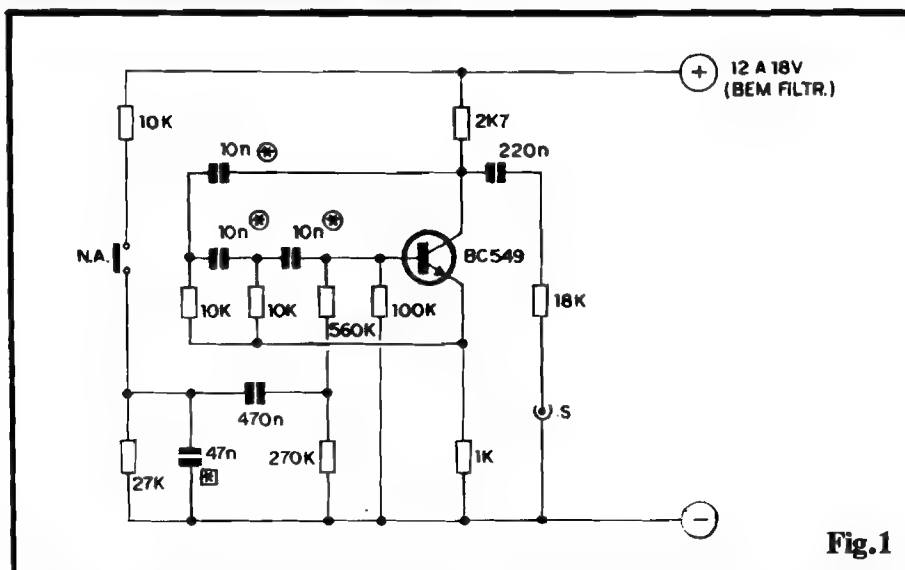

Fig. 1
**- FIG. 1 - DIAGRAMA ESQUEMÁTICO DO CIRCUITO** - Um único transistor, conforme já foi dito, realiza todo o trabalho fundamental no circuito, cujo arranjo é conhecido como "oscilador por desvio de fase". O tal "desvio" ou "rotação" de fase, é promovido pela sequência de resistores de 10K e capacitores de 10n, realimentando a saída do bloco à sua entrada (base do BC549...), com o que se consegue uma manifestação senoidal, bastante "rica", difícil de ser obtida em outras configurações circuitais... A polarização básica do transistor, contudo, não é "livre" ou "permanente" (se assim fosse, teríamos apenas a geração de um tom fixo de áudio, na Frequência determinada pelos mencionados resistores/capacitores...), mas sim aplicada na junção dos resistores de 560K e 270K, na forma de um pulso determinado pelo valor da capacitância de 470n, devidamente "excitada" pelo momentâneo "fechamento" do interruptor N.A., ao positivo da